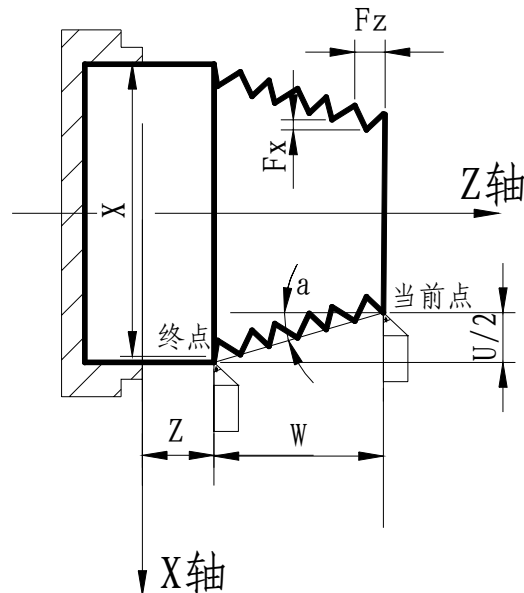

图 2-22
指令功能：两轴同时从起点位置（G32指令运行前的位置）到X (U)、Z (W) 指定的终点位置的螺纹切削加工（轨迹如图2-22所示）。此指令可以切削等导程的直螺纹、锥螺纹和端面螺纹。G32螺纹切削时，需退刀槽。